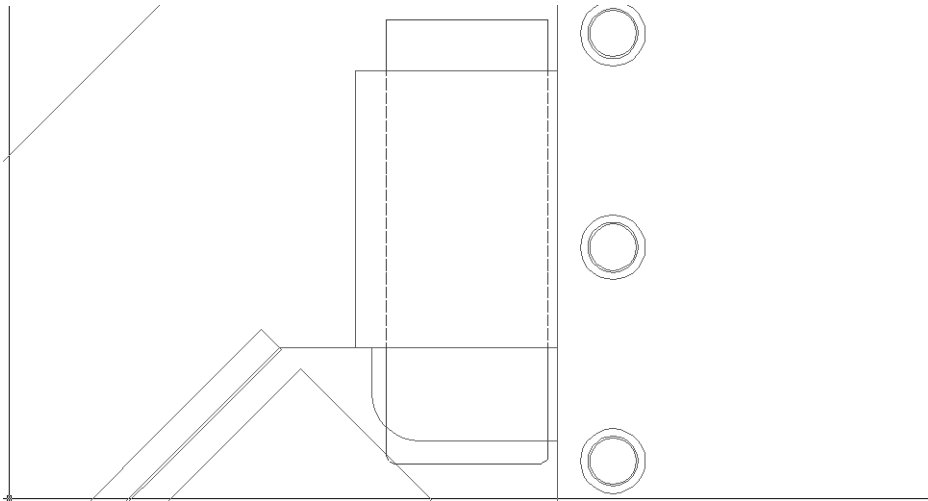

Рис. 6.27 ▼ На слое **СБлок П** должны остаться две вертикальные линии и левая дуга
10. Разморозьте слой **СБлок П**. Теперь объекты обоих слоев дополняют друг друга, образуя контур системного блока, часть элементов которого отображается штриховыми линиями, как это и должно быть при изображении на чертеже объектов, скрытых другими объектами (рис. 6.27).